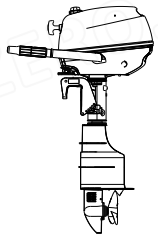
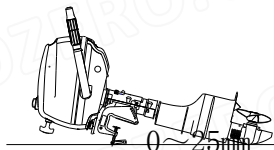

Рис. 1
Рис. 2 (0-25mm)
Подвесной мотор должен перевозиться в вертикальном положении, как показано на рис. 1. Если необходимо положить мотор при транспортировке, пожалуйста, разместите его так, как показано на рис. 2 или рис. 3.
- Поместите полотенце или что-либо подобное под двигатель, чтобы защитить его от повреждения, как показано на рис. 2 или 3 выше.